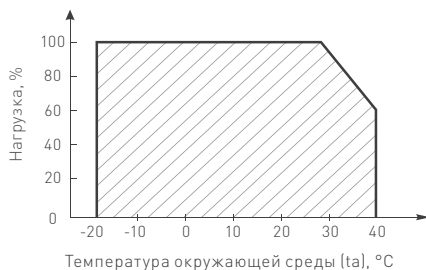

Рис. 2. Максимальная допустимая нагрузка, % от мощности источника.
- 4.3. Не нагружайте источник питания более 80% от его максимальной мощности. Учитывайте, что с повышением температуры окружающей среды максимальная мощность источника питания снижается, и при температуре, близкой к максимальной, нагрузка должна составлять не более 60% от максимально допустимой (см. график зависимости на Рис. 2).